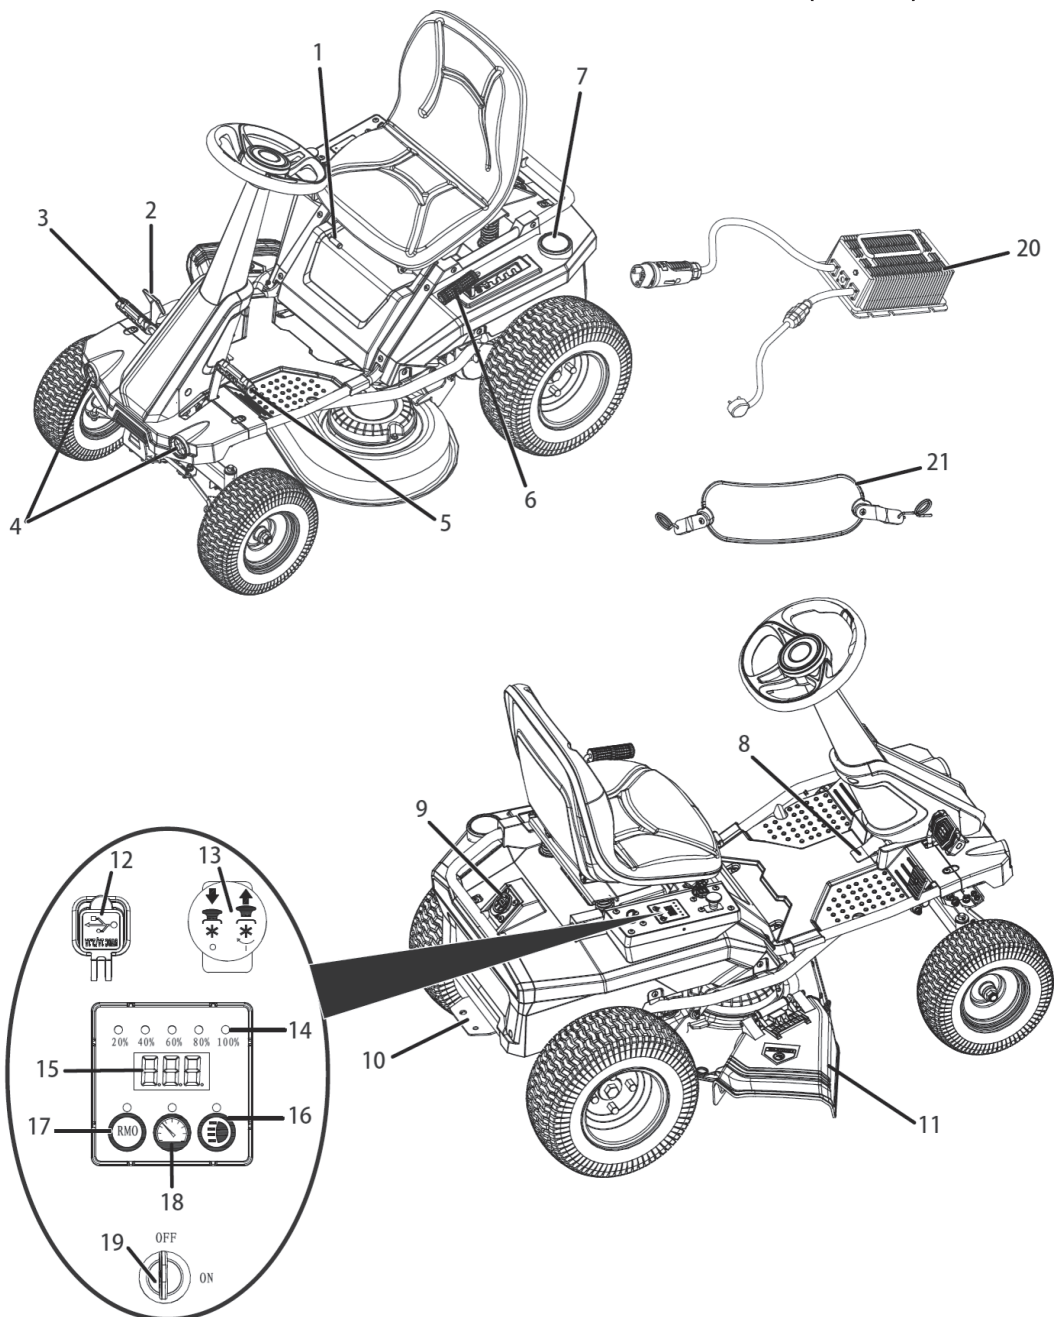

Рис. 12
6. ОСНОВНЫЕ УЗЛЫ И ОРГАНЫ УПРАВЛЕНИЯ (РИС.12).